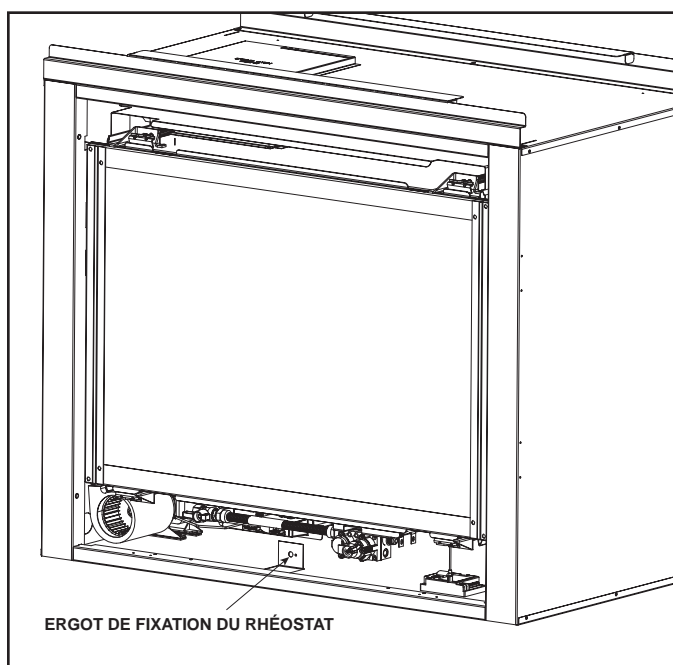

Figure 2.3 Emplacement de l'ergot de fixation du rhéostat
3. Si un rhéostat est requis, courber l'ergot de fixation du rhéostat situé au bas du foyer vers le haut, tel qu'illustré à la figure 2.3.